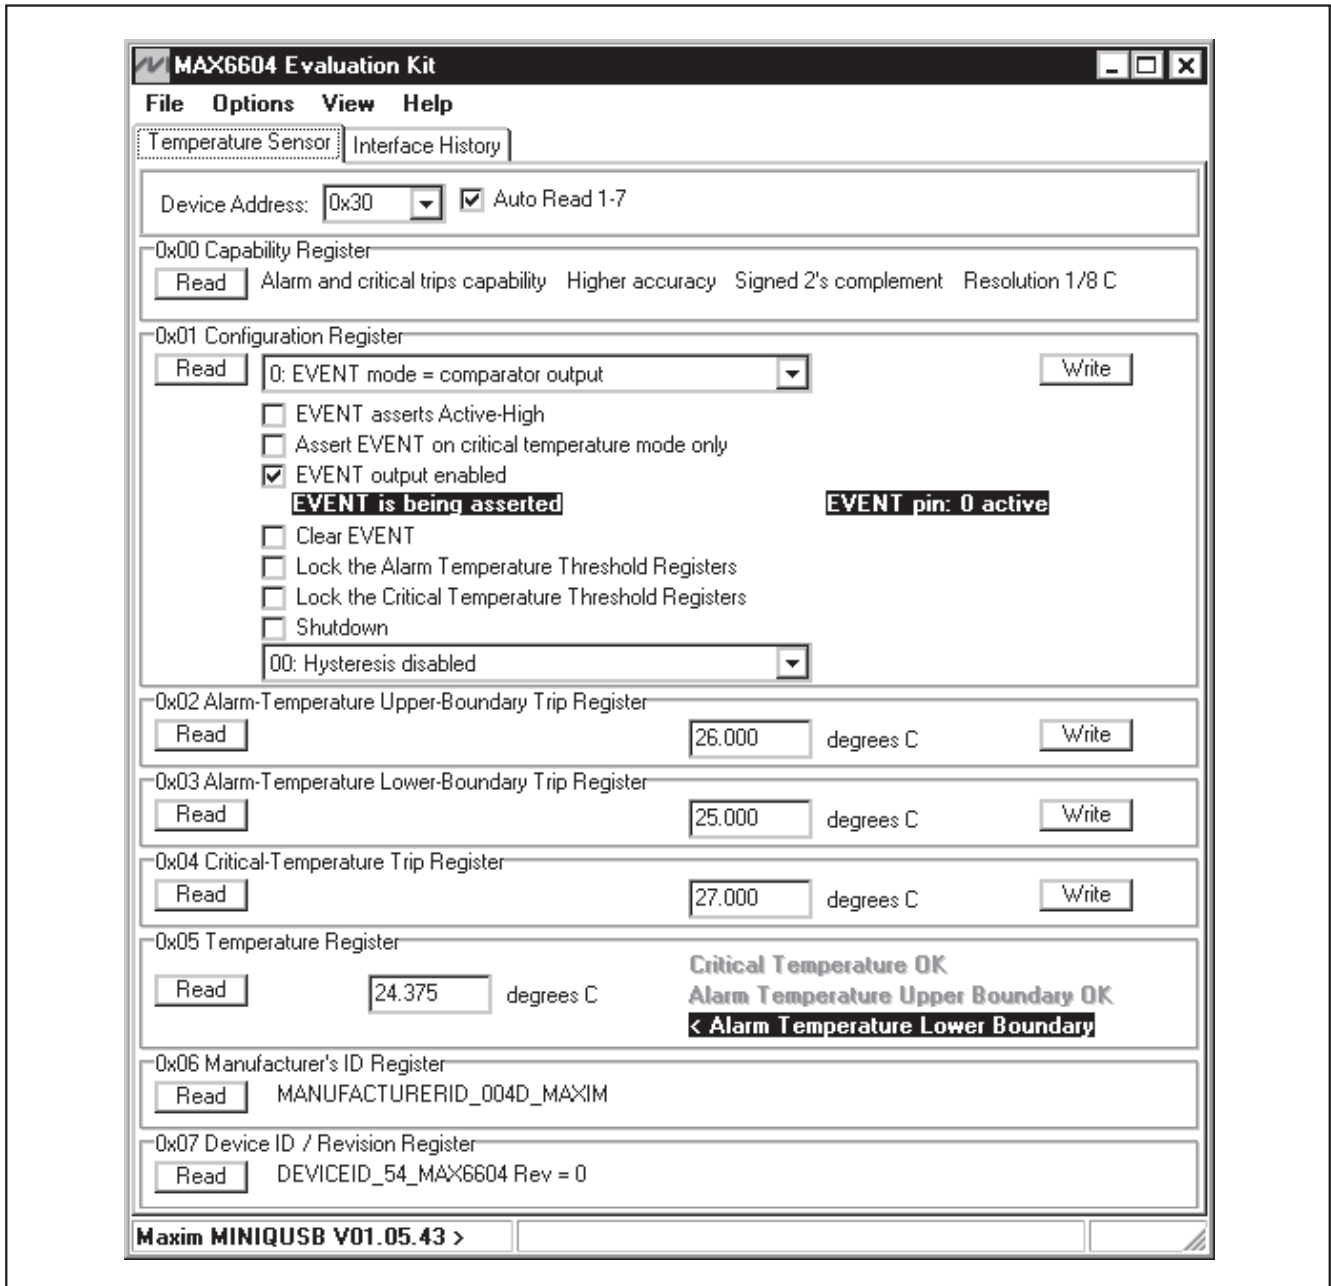

图1. MAX6604评估软件主窗口(温度传感器标签页)
- 6) 打开 **Start | Programs** 菜单的图标，启动MAX6604评估软件。将弹出评估软件主窗口，如图1所示。
Register组合框中提供状态指示显示报警(也可以将门限值设置在测量温度以下检测报警,如图1所示)。
Temperature Sensor标签页显示MAX6604的温度传感器寄存器(图1)。每个寄存器有其独立的Read按键，每个可进行写操作的寄存器都有一个Write按键。选择Auto Read 1-7复选框将周期性地轮询所有寄存器值。初次启动时，软件将搜索可能的八个I²C器件地址，从而决定Device Address。程序运行时，如果JU1、JU2和JU3地址选择跳线发生变化，必须手动更改该数值。
评估软件的主窗口(图1)显示MAX6604温度传感器的寄存器。每个寄存器都有Read按键，而每个可进行写操作的寄存器都有Write按键。EVENT输出引脚的状态在EVENT output enabled复选框边上的0x01 Configuration Register框中显示。